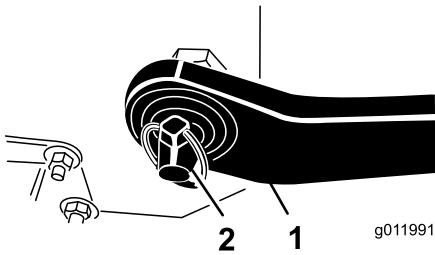

Figura 4
4. Insira os braços de articulação inferiores direito e esquerdo nos pinos de engate (Figura 4).
5. Prenda os braços de articulação inferiores aos pinos de engate com pinos de sujeição (Figura 4).